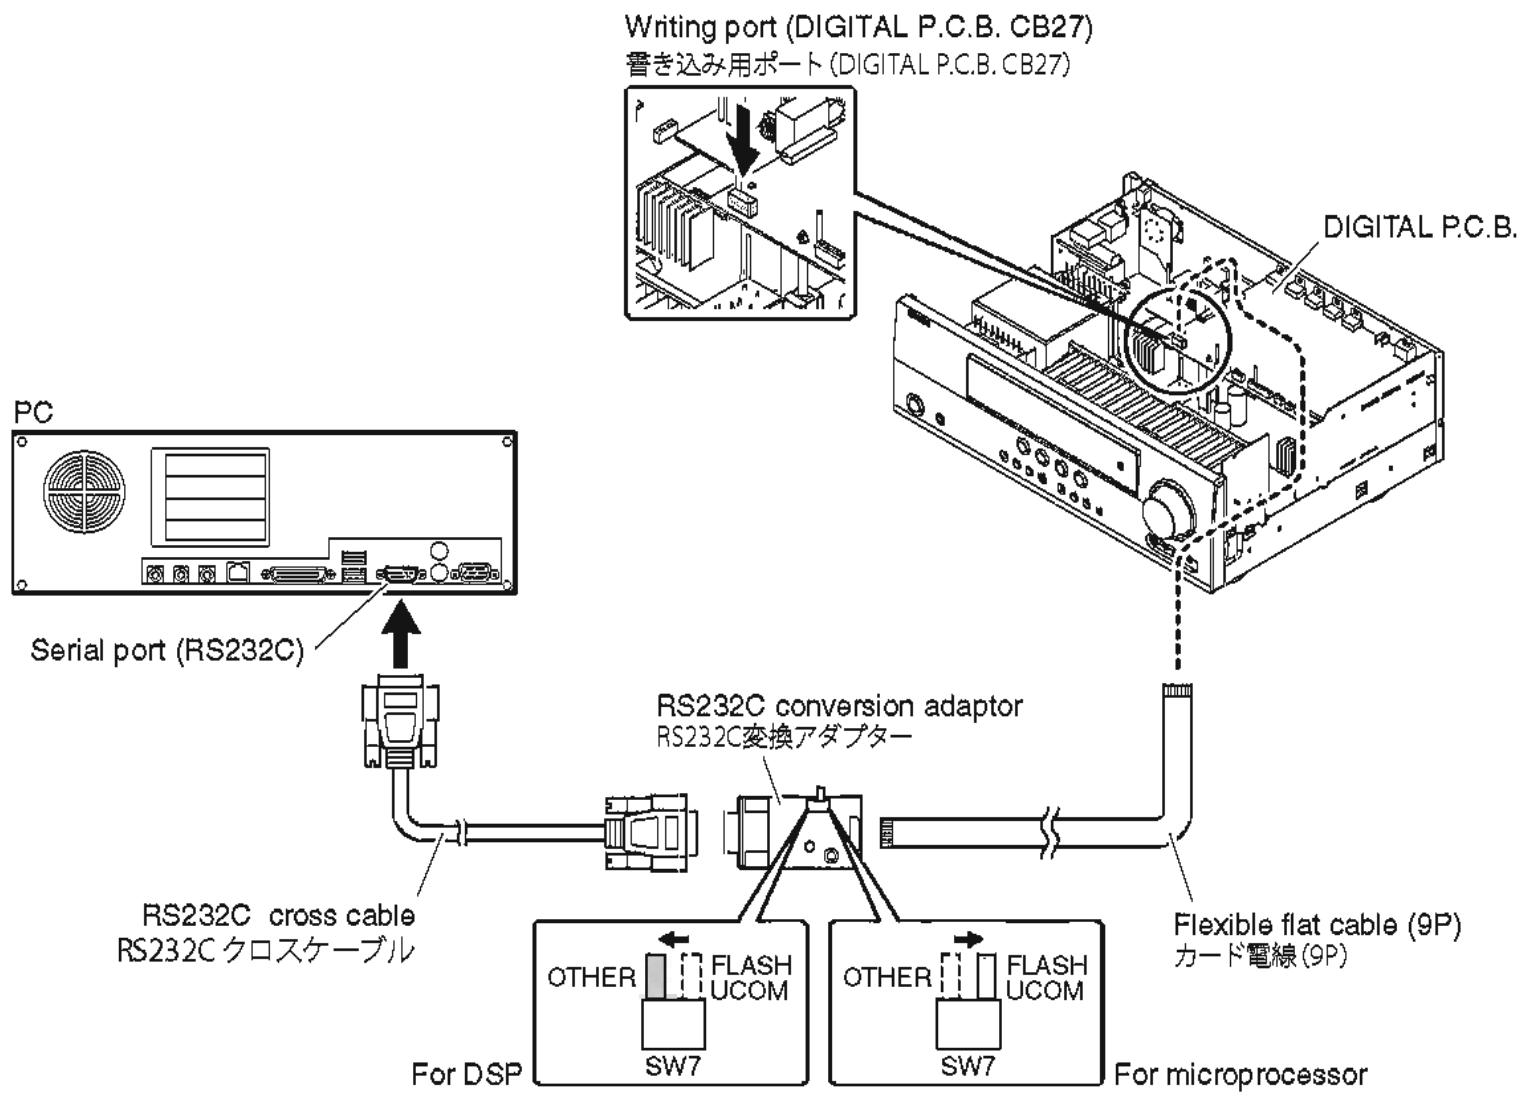

Fig. 1
2. Connect the writing port (CB27 of DIGITAL P.C.B.) of this unit to the serial port (RS232C) of the PC with RS232C cross cable, RS232C conversion adaptor and flexible flat cable as shown below. (Fig. 1)
3. Set the switch (SW7) of RS232C conversion adaptor as shown below. (Fig. 1)
2. 本機の書き込み用ポート（DIGITAL P.C.B. CB27）とPCのシリアルポート（RS232C）を下記のように接続します。（Fig.1）
3. RS232C変換アダプターのスイッチ（SW7）を下記のように設定します。（Fig.1）